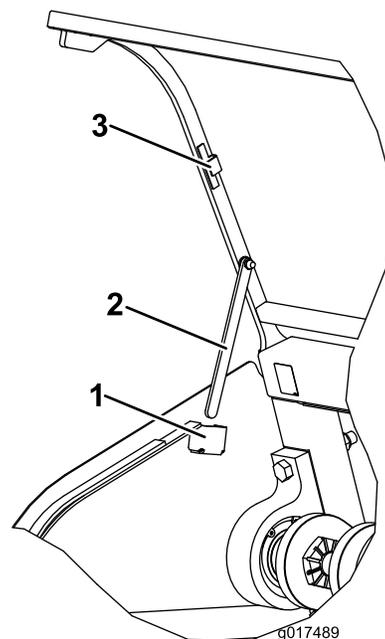

Рисунок 34
3. На каждой стороне капота откиньте вниз подпорку от магнитного кронштейна и вставьте в гнездо для подпорки (Рисунок 34).